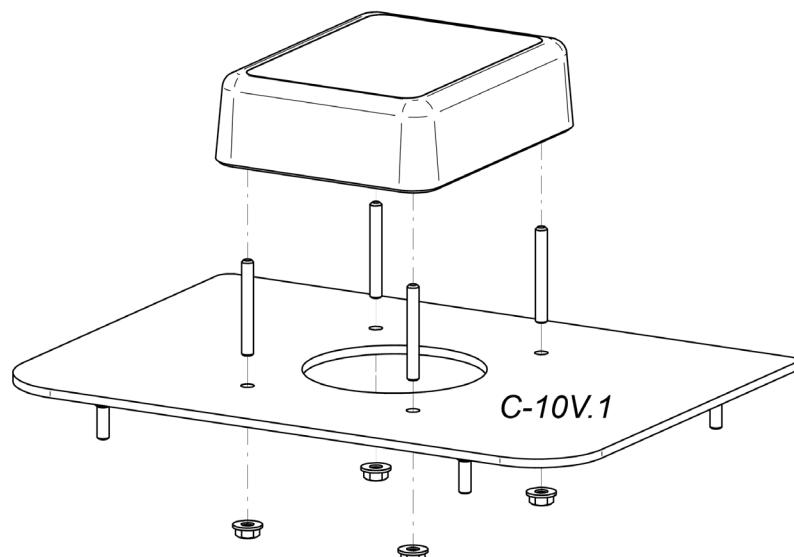

Рисунок 30. Боковая крышка PERCo-C-10V.1 с платежным терминалом Vendotek VX
2. Боковая крышка **PERCo-C-10V.1** предназначена для установки в турникет платежного терминала **Vendotek VX**. Терминал поставляется в комплекте с крышкой. Крышка выполнена из нержавеющей стали, терминал устанавливается непосредственно на боковую крышку (см. рис. 30), крепеж входит в комплект поставки терминала. Для подключения к турникету терминала используйте специальный соединительный кабель с интегрированным в него устройством сопряжения и схему подключения.